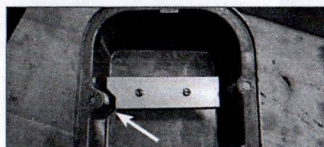

Fig 2. - Chevrolet gros block moteur
- Chevrolet gros block moteur:** Veuillez vous assurer que la plaque de déflecteur est orientée correctement avant d'installer la vis du déflecteur (**Fig 2**).